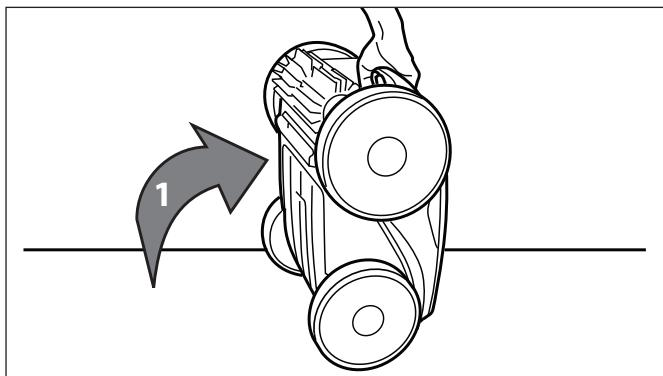

Figura 28. Limpiafondos en posición vertical
1. Coloque el limpiafondos en posición vertical de modo que la manija quede hacia arriba (Figura 28).